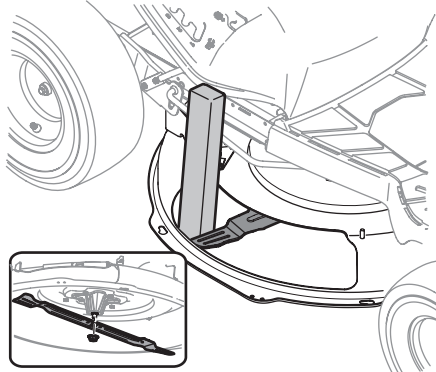

Figura 23
2. Use un bloque de madera o un 2 x 4, insértele dentro de la abertura de la plataforma y haga girar la cuchilla hasta que la madera haga cuña entre la abertura de la plataforma y la cuchilla de corte, como se indica en la Figura 23.